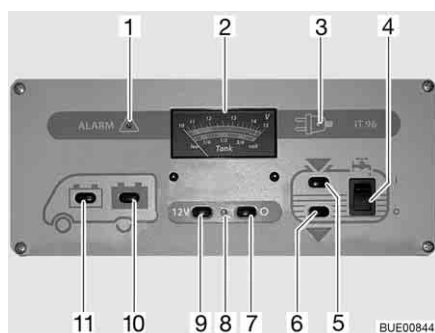

Bild 135 Panel IT 96-2
Med huvudbrytaren 12 V (Bild 135,7 och 9) kopplas panelen och bodelens 12 V-försörjning till eller från.
**Slå på:** ■ Tryck på knappen (Bild 135,9) "12 V": 12 V-försörjningen för bodelen är påslagen. Kontrollampan (Bild 135,8) lyser grönt.
**Slå från:** ■ Tryck på knappen (Bild 135,7) "O": 12 V-försörjningen för bodelen är avstängd. Kontrollampan (Bild 135,8) slocknar.
Med instrumentet V/tank (Bild 135,2) avläses den övre skalan. Instrumentets belysning tänds automatiskt när en knapp trycks in.
- Tryck på knappen (Bild 135,11) "": Startbatteriets spänning visas.
- Tryck på knappen (Bild 135,10) "": Bodelsbatteriets spänning visas.
På instrumentet V/tank kan vattennivån och avloppsvattennivån avläsas. På instrumentet V/tank (Bild 135,2) avläses den undre skalan. Instrumentets belysning tänds automatiskt när en knapp trycks in.
- Tryck på knappen (Bild 135,5) "": Vattenvolymen visas.
- Tryck på knappen (Bild 135,6) "": Avloppsvattenvolymen visas.
- Vippkontakten (Bild 135,4) trycks in upptill "I": Vattenförsörjningen är aktiverad.
- Vippkontakten (Bild 135,4) trycks in nedtill "O": Vattenförsörjningen är avstängd.
Den röda varningslampan "ALARM" (Bild 135,1) blinkar så snart spänningen i bodelsbatteri har sjunkit till under 11 V (mätning under pågående drift) och risk för djupurladdning föreligger.
Kontrollampan 12 V (Bild 135,8) lyser då huvudbrytaren 12 V (Bild 135,9) är inkopplad.
Den gula 230 V-kontrollampan (Bild 135,3) lyser när nätspänningen ligger på el-blockets ingång.